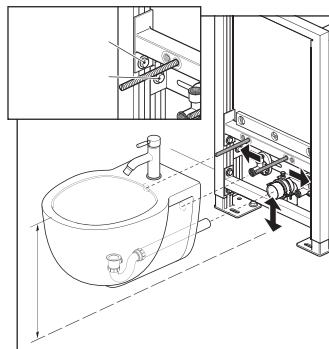

Рис. 7 / Сур. 7
7. Осторожно поднимите и навесьте биде на крепежные болты. Ослабьте опорные болты крепления биде и установите планку на требуемую высоту. Ослабьте болты регулировки высоты соединения, установите опорную планку соединения на требуемую высоту на уровне выпускного колена для слива отходов. Снова затяните болты (рис. 7).